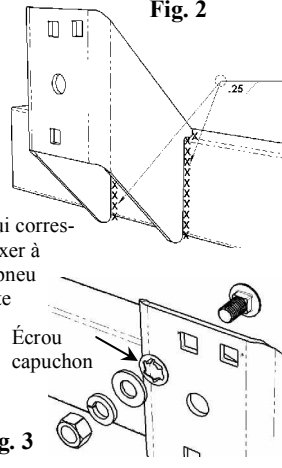

Fig. 3
- Placer les boulons dans les trous qui correspondent à votre jante et pneu et les fixer à l'aide d'écrous capuchons. Placer le pneu sur le porte-pneu et la visserie restante comme illustré à la figure 3 puis serrer au couple de 45-50 lb-pi.